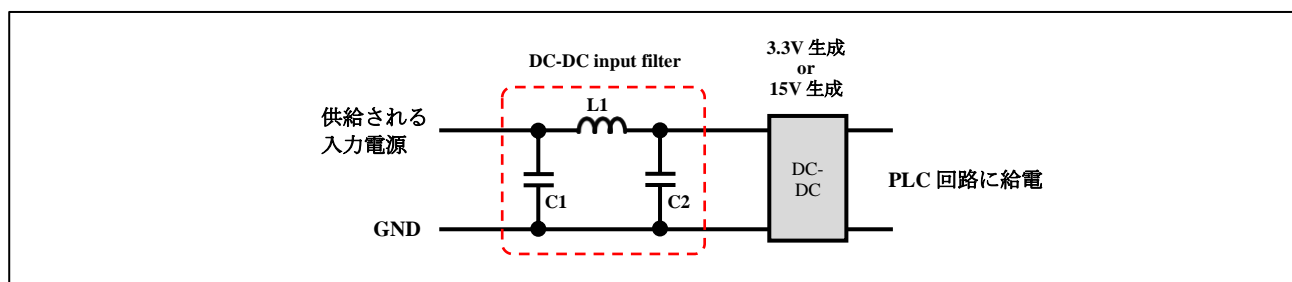

Figure 4-1 DC-DC 電源回路用入力フィルタの回路例
- DC-DC 電源回路に供給される入力電源に含まれるノイズ成分の除去の為、また、DC-DC 電源回路で発生するスイッチングノイズを他の電源回路に影響を低減する為に、DC-DC 電源回路の入力部に LC 回路で構成するフィルタを挿入することを推奨します。Figure 4-1 に DC-DC 電源回路用入力フィルタの回路例を、その回路定数例を Table 4-1 に示します。